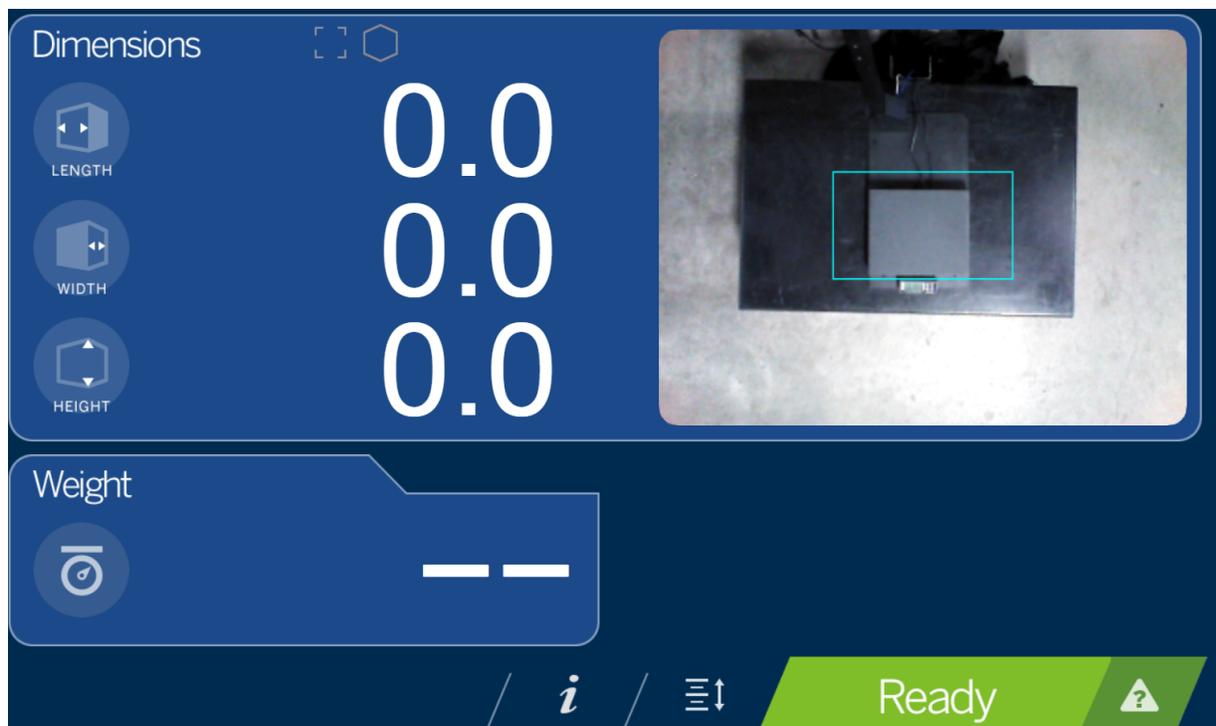

Figura 3-1. Display touchscreen
1. Dal display (Figura 3-1 a pagina 11), selezionare il pulsante **Device Information** (Informazioni dispositivo)  (Figura 4.1 a pagina 16) in basso.
5. Se la calibrazione dell'altezza zero è riuscita, selezionare  (Figura 3-1 a pagina 11).
L'area di pesatura fornisce una visualizzazione in tempo reale dell'area di scansione dalla testa di scansione al display USB. Il riquadro blu in Figura 3-1 è la **zona di scansione** che indica l'area che iDimension Plus dimensionerà (Sezione 7.1 a pagina 32).
5. Se la calibrazione dell'altezza zero è riuscita, selezionare . Il display ritorna al menu del **display touchscreen** (Figura 3-1 a pagina 11).
1. Selezionare il tasto funzione **Device Information** (Informazioni dispositivo)  nella parte inferiore dello schermo (Figura 3-1 a pagina 11).